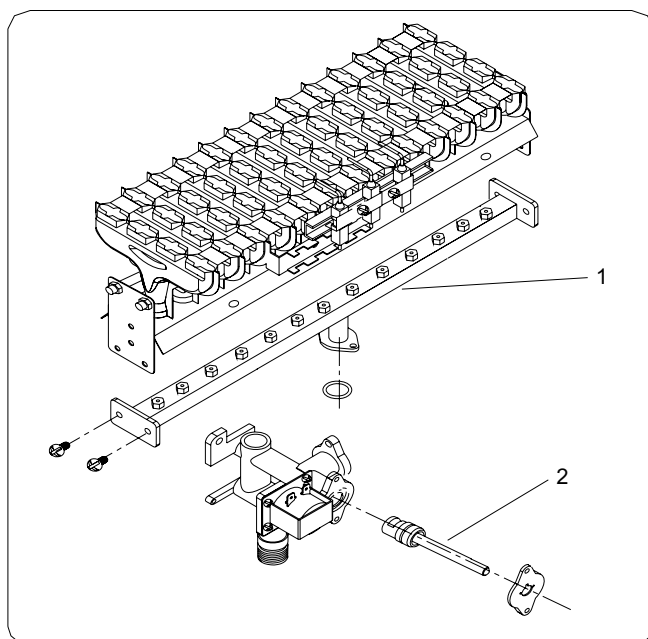

Fig. 7
2. Retire los quemadores y reemplace las espreas (Fig. 7 punto 1);
3. Reemplace el ajustador de gas (Fig. 7 punto 2, refiere a la Fig.1. Fig. 2, Fig. 3 también);